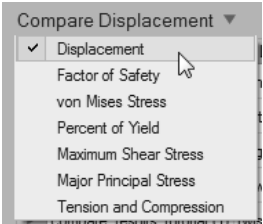

图 16-7
3) 单击表标题，然后选择位移，以更改要对比的结果类型，如图 16-7 所示。